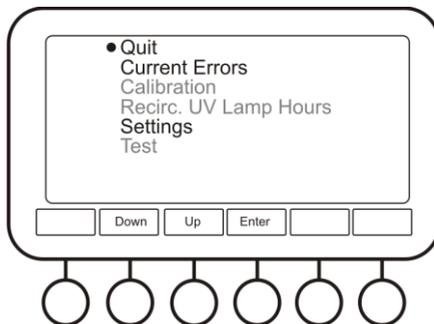

Рисунок 6. Сервисное меню
- 5.9.3. **Сервис (Service, рис. 6).** Пользователю доступен пункт **Текущие ошибки (Current Errors)** и **Настройки (Settings)**